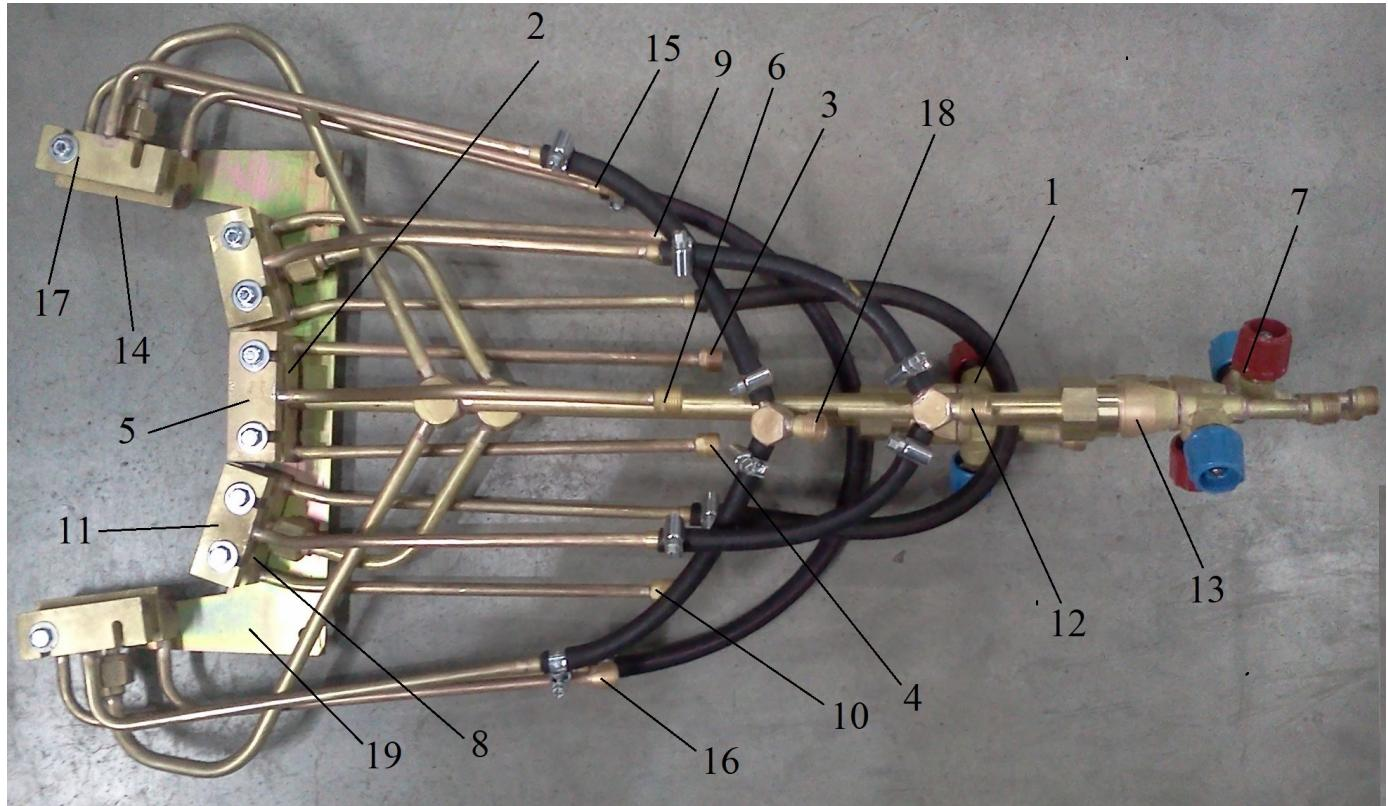

Рис.2 Состав горелки
4.2 Состав горелки показан на Рис.2 Горелка ГП-2з Т75 состоит из ствола 1 и газопламенного наконечника 2. Газопламенный наконечник состоит из смесительной камеры со съемным инжектором, трубы смеси и мундштука. Мундштук имеет систему газопламенных сопел и встроенную водяную рубашку охлаждения, вода для которой подается через штуцер 3, а отводится через штуцер 4. Для закалки термообрабатываемой поверхности горелка снабжена закалочным наконечником 5, имеющего штуцер подвода закалочной жидкости 6. На стволе расположены штуцеры подвода кислорода и подвода горючего газа, и клапаны регулировки подачи горючего газа и кислорода.